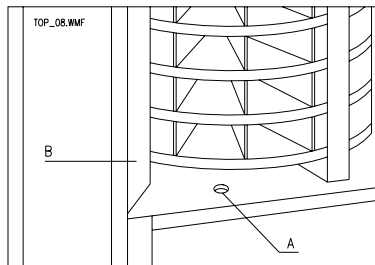

Abb. 8
- 2) Das linke Vordergitter aus Stahl auslösen (Punkt B Abb. 8).
- 6) Für die untere Scheibe das Loch auf dem Gehäuseboden benutzen (Punkt A Abb. 8), nachdem man sich in Bezug auf diesem positioniert hat.